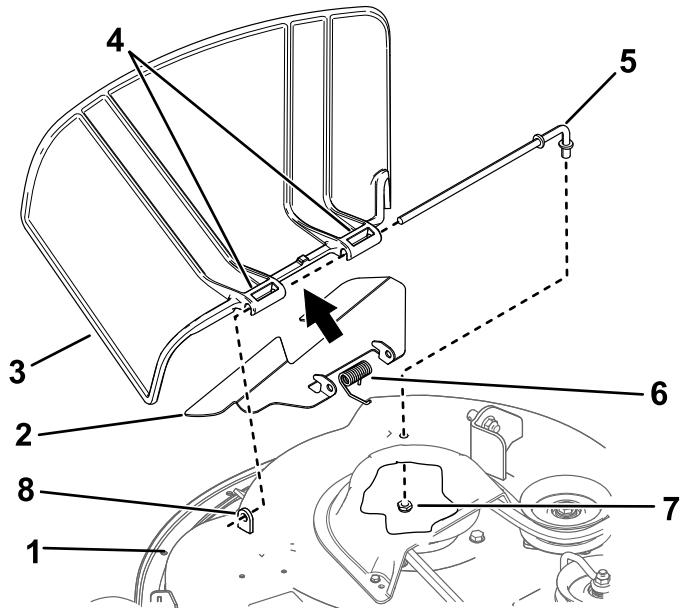

Рисунок 74
1. Отверните гайку ($\frac{3}{8}$ дюйма) со стержня из-под нижней части газонокосилки (Рисунок 74).
2. Выдвиньте стержень из короткой проушины, пружины и отражателя травы (Рисунок 74).
4. Установите новый отражатель травы (Рисунок 74).
7. Проденьте стержень через второй шарнир отражателя травы (Рисунок 74).
9. Прикрепите задний конец стержня к газонокосилке с помощью гайки ($\frac{3}{8}$ дюйма), как показано на Рисунок 74.